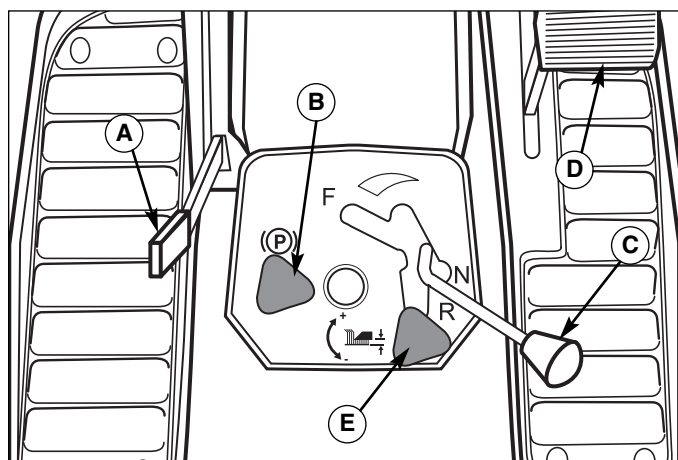

Abb. 27. Bedienelemente
4. Das Dial-A-Cut™-Bedienelement (E, Abb. 27) verwenden und das Mähwerk in die mittlere Schnittposition stellen, indem Sie die Kante des Mähwerkhubhebels (A) auf die Zahl 2 oder 3 auf der Quadrantenskala ausrichten. Sicherstellen, dass der Mähwerkhubhebel nach unten gestellt ist.